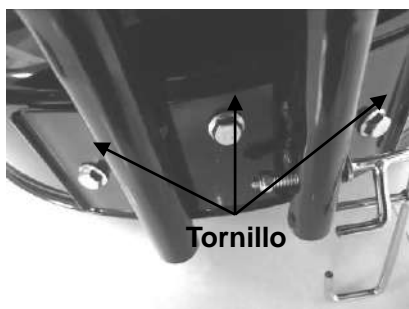
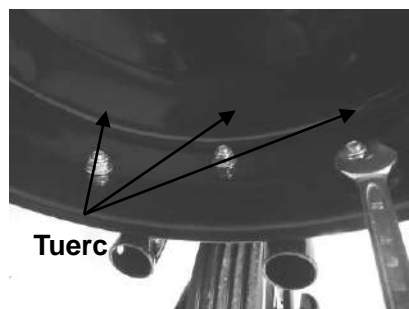

Fig.6A
Fig.6B
1. Fije el soporte de la rueda giratoria delantera en el cuerpo de la plataforma con tres pernos hexagonales y tuercas de bloqueo hexagonales, ajuste la tensión girando la tuerca de bloqueo con una llave adecuada (Fig. 6A / Fig. 6B)